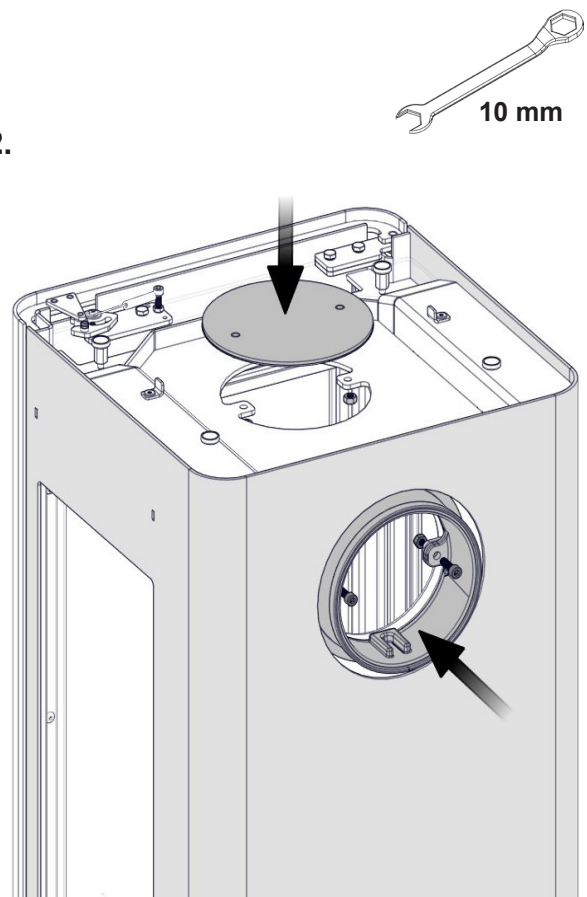

FIG 5
**OPTIONAL → FIG 5**
FIG 5 a
FIG 5 b